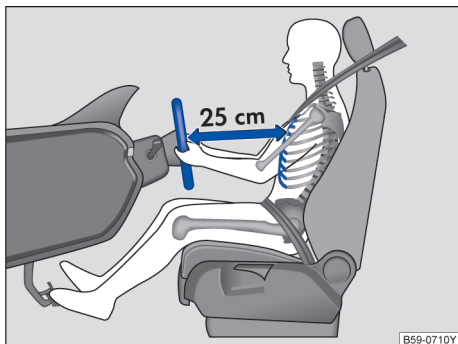

图 23 驾驶员与方向盘之间至少保持为 25 cm 的距离
- 调节方向盘, 使驾驶员胸部与方向盘之间至少保持 25 cm 的距离→图 23。